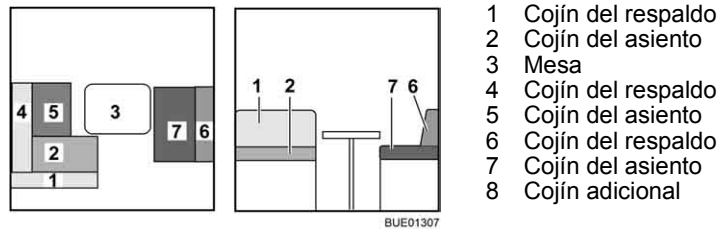

Fig. 133 Antes de la transformación
- Transformar la mesa (Fig. 133,3) en base de cama (véase apartado 6.10).
- Quitar los cojines del respaldo (Fig. 133,1 y 4) y ponerlos a un lado.